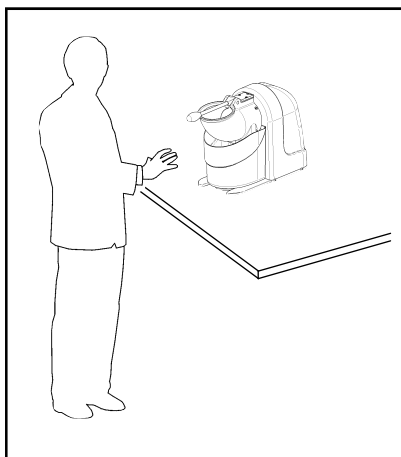

Рис. 8
5.3 - Загрузка продукта (см рис. 8)
6. чтобы избежать несчастных случаев (см. рис. 8): Ваше тело должно быть перпендикулярно рабочей поверхности. Не наклоняйтесь над машиной и избегайте прямых контактов с машиной, используйте прижимной рычаг;